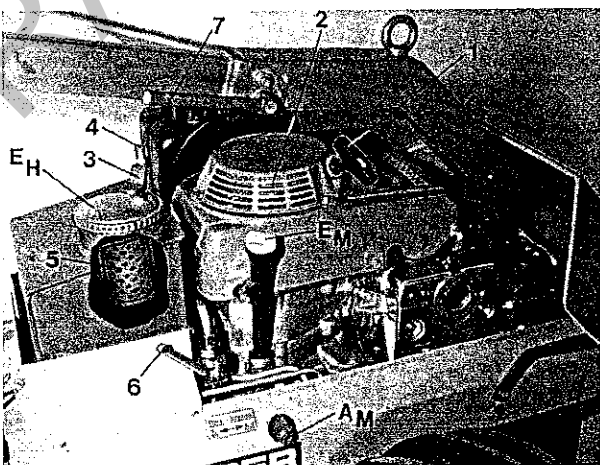

Abb. 9
**Handbremshebel (6 Abb. 9) (Park-Bremse)**
**Reversierstarter (1 Abb. 9)**
### Höheneinstellung des Handholms (7 Abb. 9)